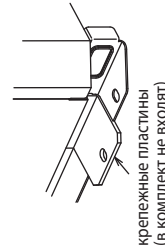

Рис. 3 (без съёмной опоры)
- ③ Болты крепления должны выступать не более, чем на 30 мм (рис. 1 и 2). Если болты крепления закручиваются после установки блока на основание, то используйте крепежные пластины (в комплект не входят). См. рис. 3 и 4.
- ④ Изолируйте отверстия, через которые в блок входят фреоновые провода и кабели, для исключения проникновения в блок мелких животных и воды, которые могут повредить компоненты блока.
- ⑤ При подключении фреоновых проводов и кабелей снизу убедитесь, что они не мешают установочным элементам блока.
- ⑥ Следуйте дополнительным рекомендациям, приведенным в „Инструкции по установке“.